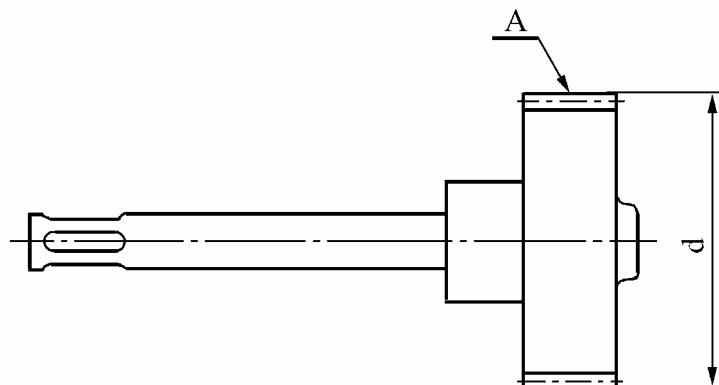

Рис.40. Шестерня ведомая привода спидометра.
4.22 ШЕСТЕРНЯ ВЕДОМАЯ ПРИВОДА СПИДОМЕТРА 2121-3802834-10, 2121-3802834-20, 21214-3802834 (рис.40).